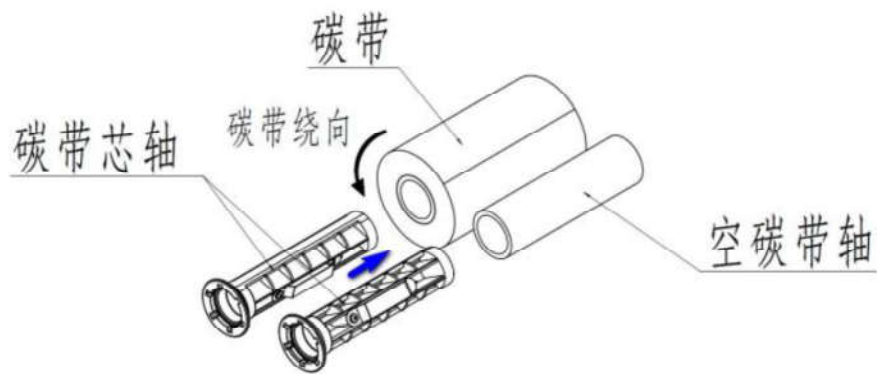

图 2.3.2
- ② 若碳带轴内径为 25.4mm（1 吋），按图示方向将碳带芯轴分别穿入碳带和空碳带轴中（见图 2.3.2）。